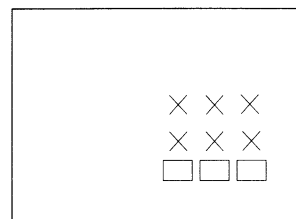

Bild 11
- Stellen Sie VR auf dem Bildschirm (G2) so ein, daß einen Wert von 20-40 erhalten; auf dem Bildschirm erscheinen jetzt drei RGB-Werte (Bild 11).